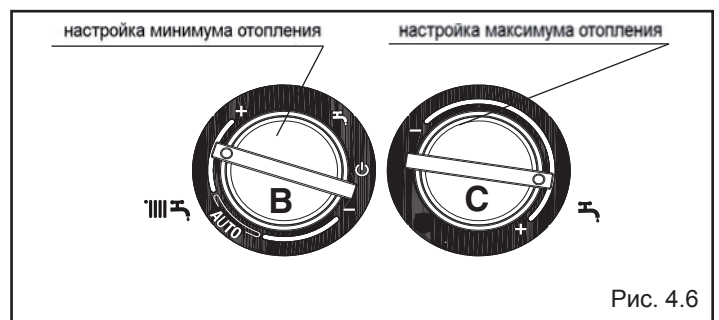

Рис. 4.6
- Поворачивайте ручку регулирования температуры в контуре отопления (рис. 4.6) до тех пор, пока не будет достигнуто требуемое значение минимального давления газа.
- Поворачивайте ручку регулирования температуры воды в контуре ГВС С (рис. 4.6) до тех пор, пока не будет достигнуто требуемое значение максимального давления газа.